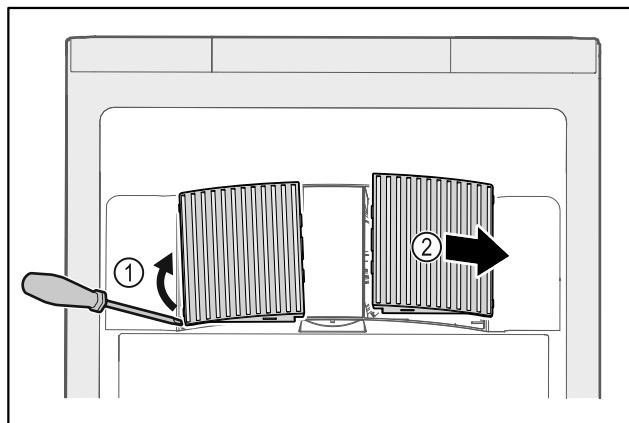

Fig. 126
- ▶ Ventilatoriaus uždangalus atsargiai nukelkite iš šono Fig. 126 (1) ir nuimkite į priekį Fig. 126 (2).